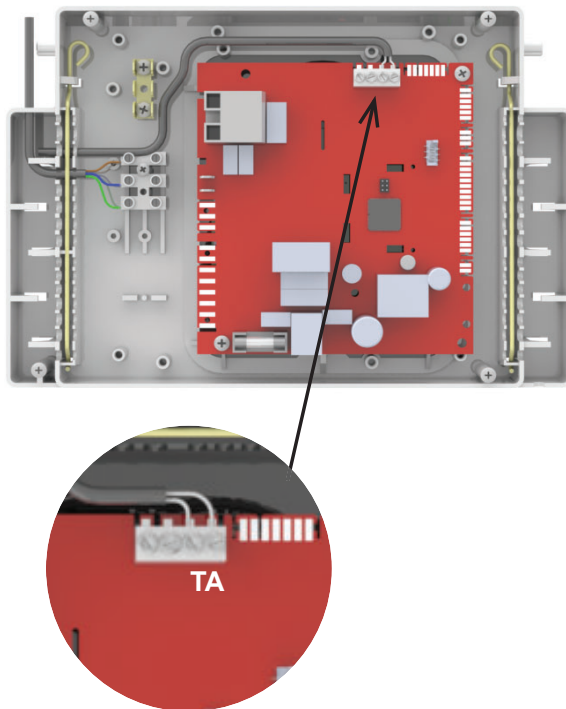

Fig. 39
- scollegare l'eventuale cavo presente, svitando le viti della morsettieria, e rimuoverlo completamente. Collegare i poli del cavo proveniente dal termostato in corrispondenza dei rispettivi slot (fig. 39).